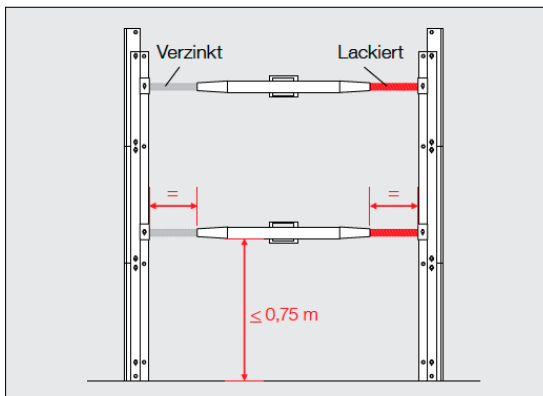

Abb. 4
- Beide Spindeln der Kanalstrebe immer gleich weit ausspindeln (Abb. 4).
- Alle verzinkten Spindeln der Kanalstreben an einer Verbauwand, alle lackierten Spindeln an der gegenüber liegenden Verbauwand befestigen (Abb. 4).